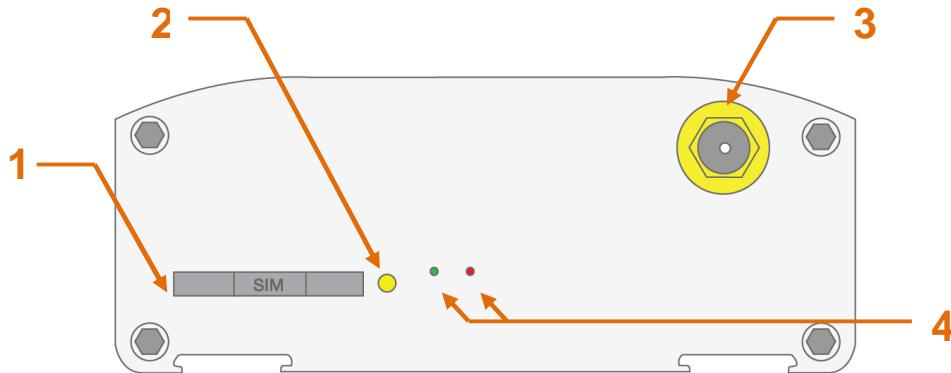
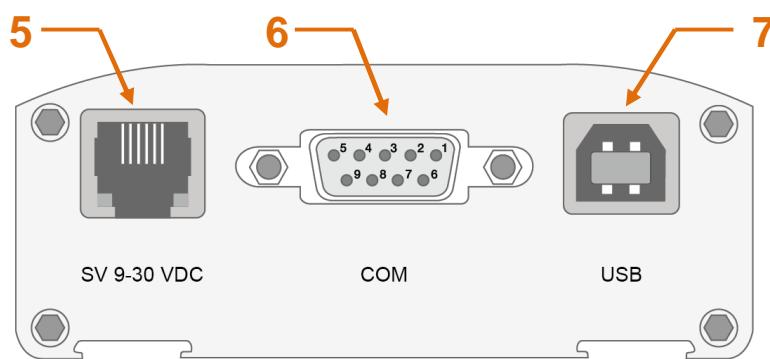

Рис. 2.1. Вид со стороны SIM-карты
Рис. 2.2. Вид со стороны разъема питания
| Рис. 2.1. Вид со стороны SIM-карты..... | 7 |
| Рис. 2.2. Вид со стороны разъема питания | 7 |
Модем TL11 представляет собой компактное устройство в алюминиевом корпусе. Внешний вид представлен на рис. 2.1 и рис. 2.2.
- достать SIM-лоток, нажав кнопку выталкивателя SIM-лотка (рис. 2.1);